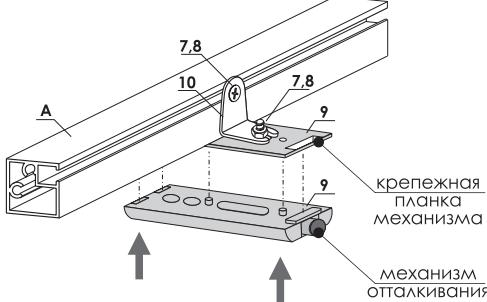

рис. 3
3. Зашелкните механизм отталкивания к зафиксированной крепежной планке (рис.3)